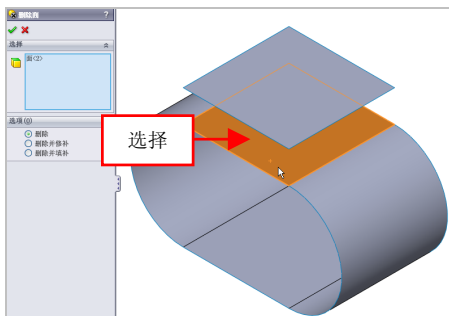

图 7-74 选择合适的曲面
(3) 弹出【删除面】属性管理器, 选中【删除】单选按钮, 选择上方的合适曲面对象, 如图 7-74 所示。